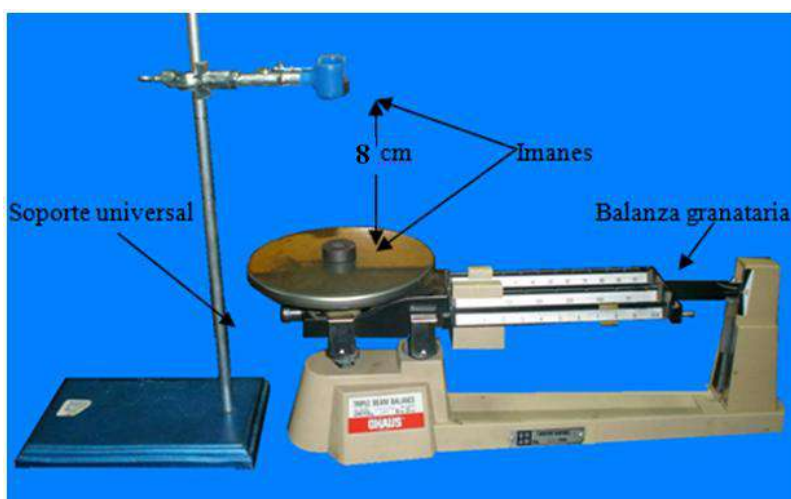

Figura 7.5 Fuerza entre imanes permanentes
- i) Arme el dispositivo que se muestra en la figura 7.5. Sujetando el “fiel” mantenga la balanza en equilibrio (marcando cero) y fije una distancia de 8 cm entre las caras de ambos imanes, entre los imanes debe existir una fuerza de repulsión.